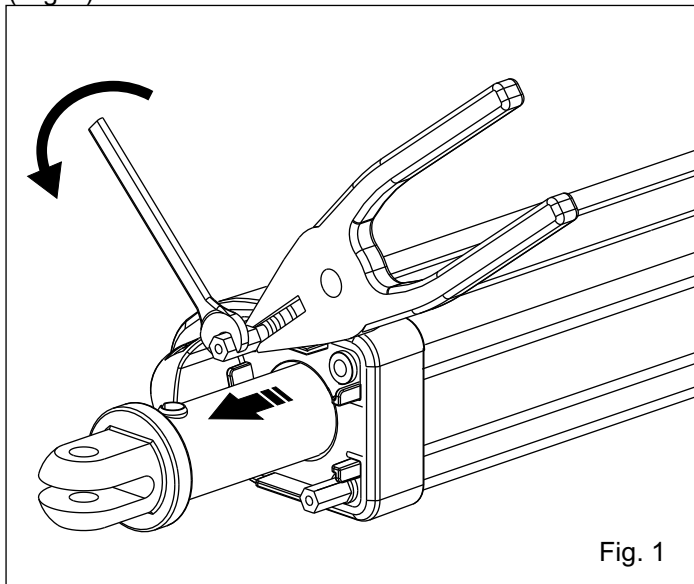

Fig. 1
1. Dévisser les 2 dés hexagonaux qui se trouvent sur l'opérateur ALPHA d'environ. 3/5 mm ou seulement de l'essentiel pour insérer une pince à pointe pour bloquer le tirant intérieur, à ce point dévisser complètement les dés (Fig. 1).